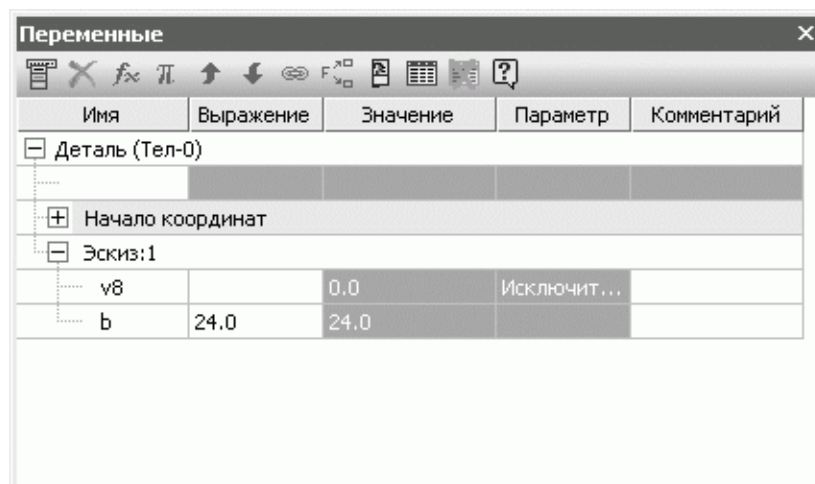

Рис. 3.45. Окно Переменные
1. Не выходя из режима редактирования эскиза, вызовите окно Переменные и убедитесь, что в нем автоматически появилась добавленная в эскизе переменная b (рис. 3.45).